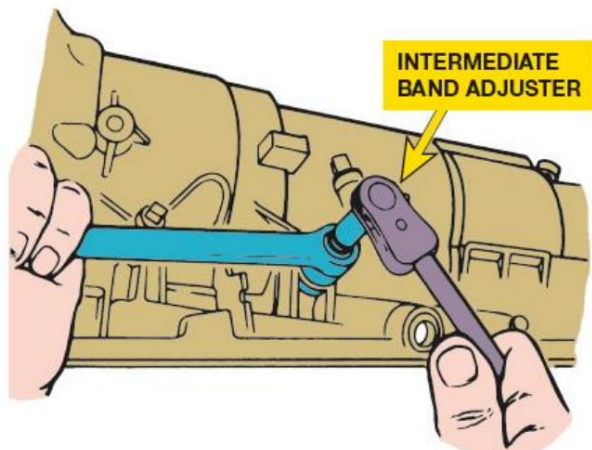

Figura 34. Ajuste de banda.
PASO 2 Apriete el tornillo de ajuste al par especificado. Figura 34.